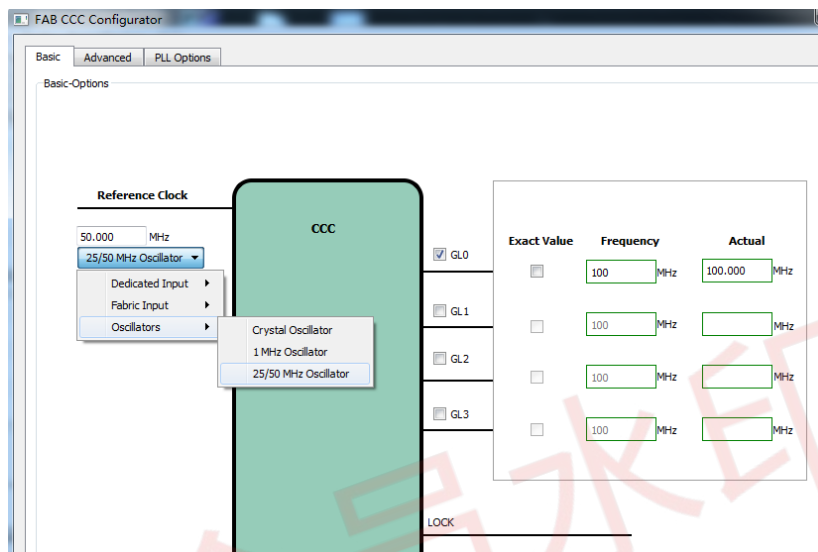

图 6.12 配置 FABRIC CCC
- (7) 双击“FCCC_0”进入配置界面，输入时钟设置为内部 50MHz 晶振，输出为 100MHz，（也可选择其他晶振，这里仅作例程演示），如图 6.12 所示；